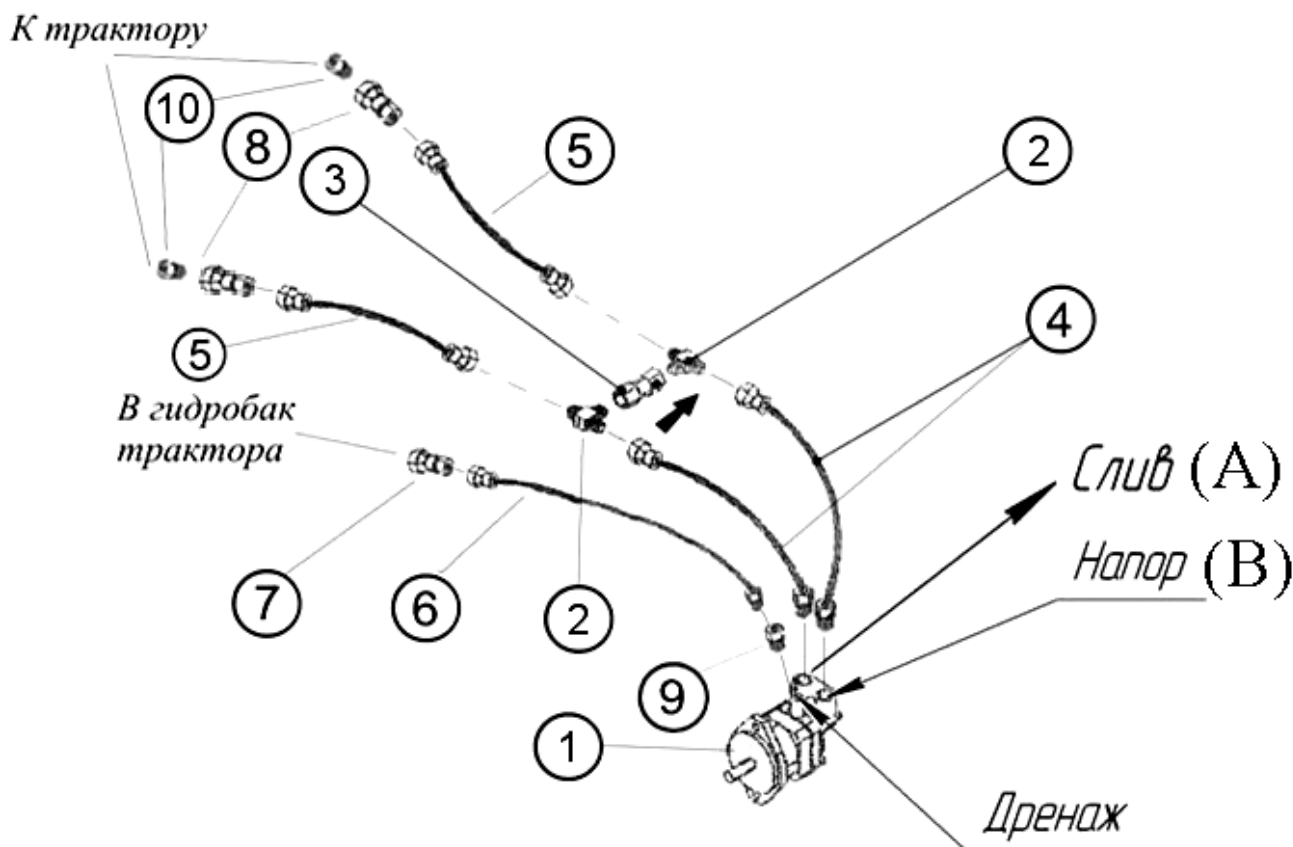
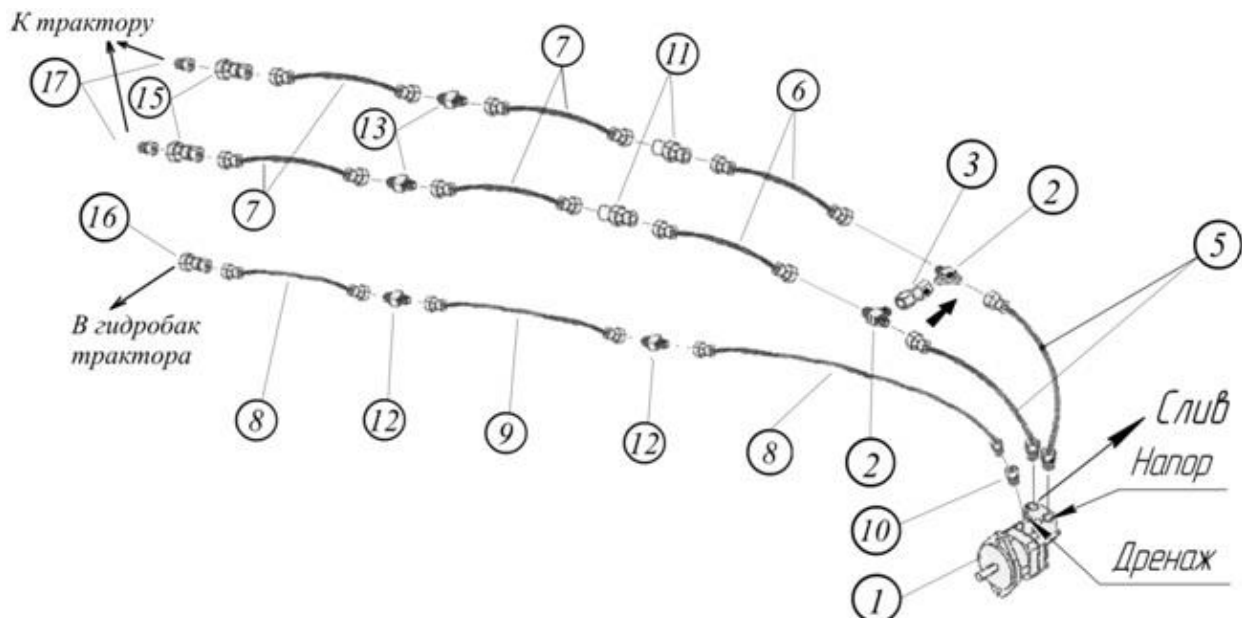

Рис. 4.7.1. Гидропривод вентилятора бункера одноосного.
Рис. 4.7.2. Гидропривод вентилятора бункера двухосного.
4.7.1. Установите элементы системы гидропривода вентилятора согласно рис. 4.7.1 – для посевного комплекса с одноосным бункером и рис. 4.7.2 – для посевного комплекса с двухосным бункером. Номера узлов и деталей см. в табл. 4.7.1, 4.7.2 соответственно и на бирках. Детали поз. 1,2,3,5 уже установлены на бункере на заводе изготовителе.
**Примечание.** Обратный клапан (поз. 3) устанавливать по направлению стрелки из полости "Слив" в полость "Напор" как показано на рис. 4.7.1 рис. 4.7.2. В зависимости от поставки, на клапане выбита "стрелка" или "точка" по направлению пропускания масла через клапан. Клапан служит для предотвращения резкого стопорения крыльчатки вентилятора при отключении гидросистемы трактора.